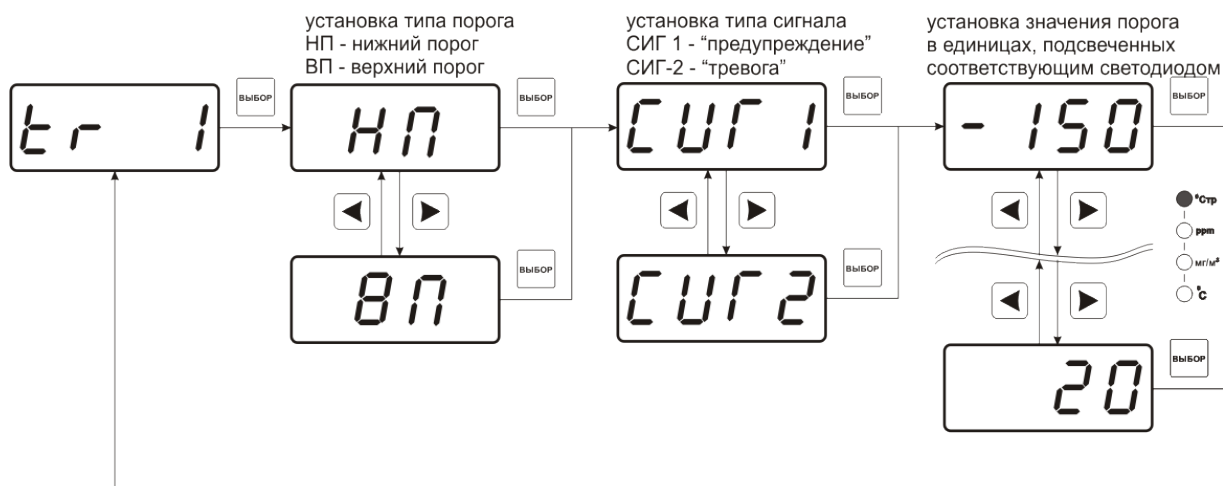

Рисунок 6.20 Схема задания порогов по температуре (влажности, давлению)
6.3.3.1 Задание порогов по влажности (и по температуре, по давлению) производить в соответствии с рисунком (Рисунок 6.20).